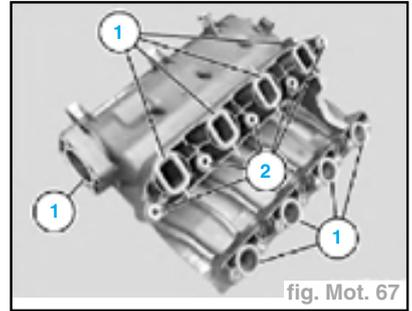

fig. Mot. 67
Nota : Remplacer au remontage les joints (1) et les silentblochs (2) (fig. Mot. 67).